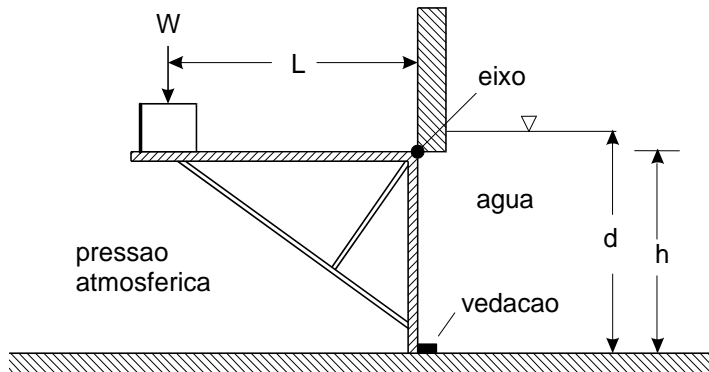

Fig. 1: Comporta
- (15 P) A comporta com altura $h = 4\text{m}$ e largura $b = 2\text{m}$ da Fig. 1 tem um peso W colocado em cima da comporta com distancia $L = 5\text{m}$ do eixo. O peso da própria comporta pode ser desconsiderado, bem como as dimensões da vedação.
- Desenha qualitativamente na Fig. 1 a distribuição de pressão que atua na comporta.